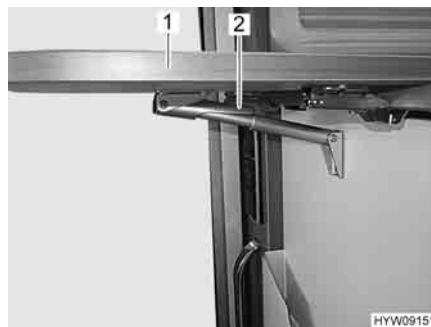

Fig. 46 Chiusura del tavolo ribaltabile su bancone
- Afferrare il tavolo ribaltabile su bancone (Fig. 46,1) sull'esterno e sollevarlo leggermente. Con l'altra mano ruotare e alzare il dispositivo di fissaggio (Fig. 46,2) sul supporto telescopico.